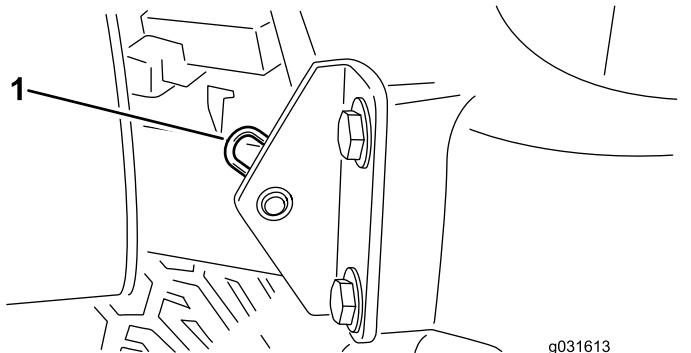

Figura 76
- Retire el pasador que fija el pivote del capó a los soportes (Figura 76).